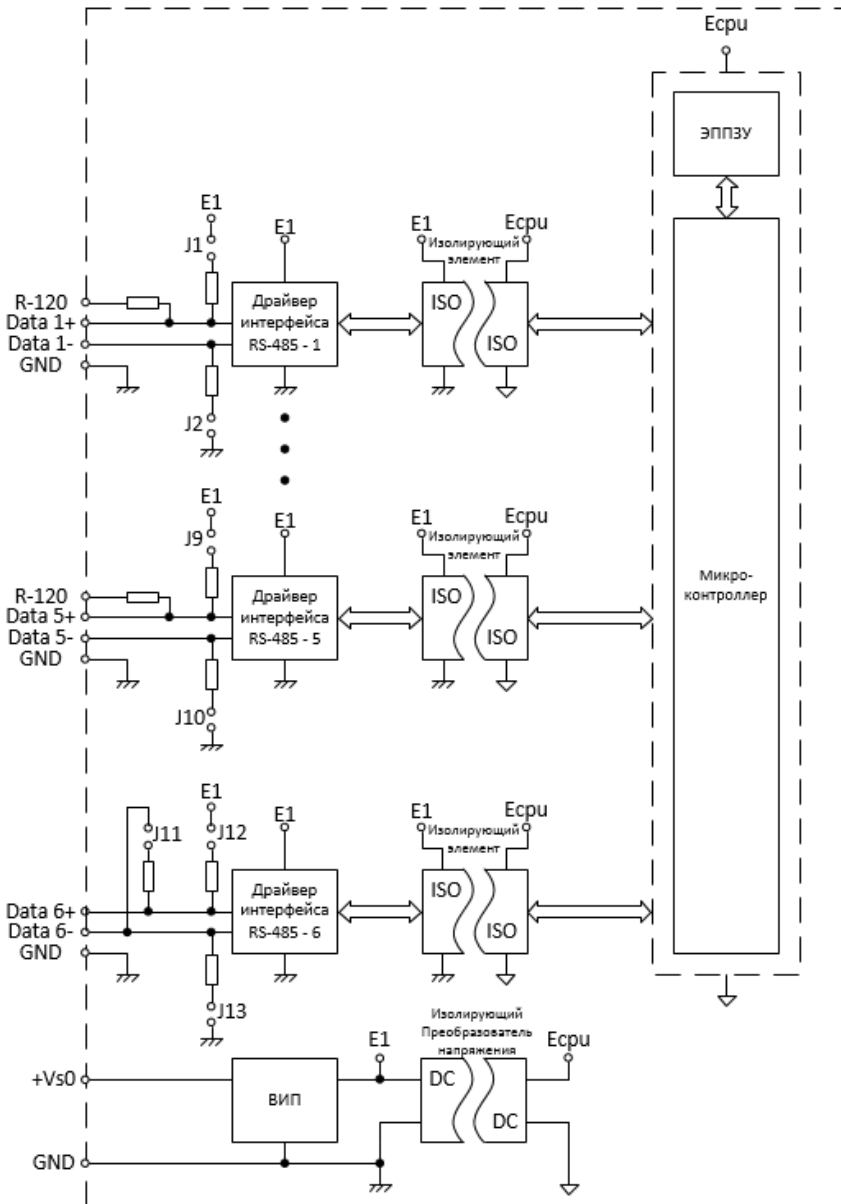
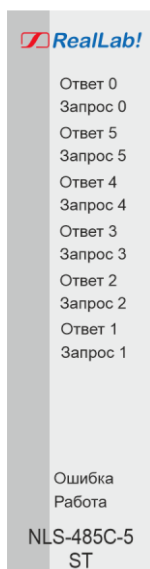
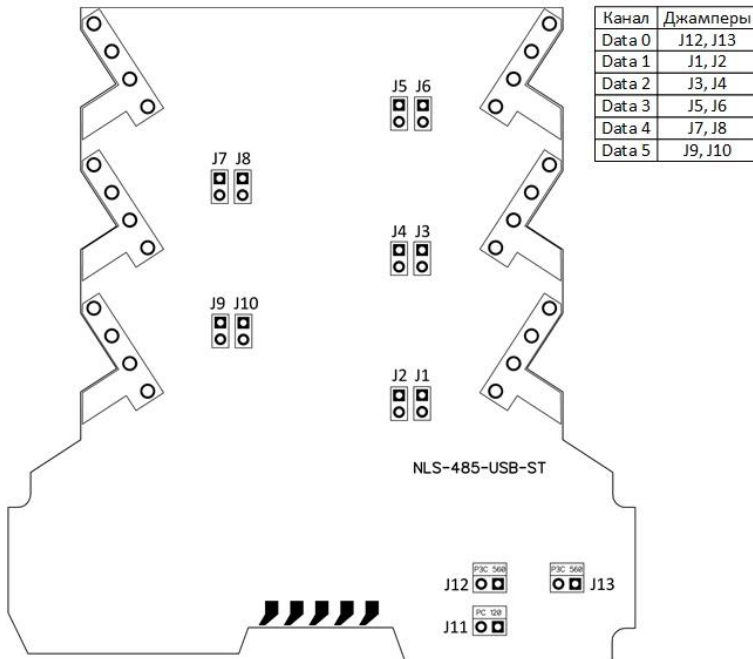

Рис. 3.1. Структурная схема модуля NLS-485C-5-ST
Рис. 4.1. Расположение индикации на лицевой панели модуля NLS-485C-5-ST
Рис. 4.3. Расположение «джамперов» подключения согласующих резисторов на плате модуля NLS-485C-5-ST
- содержит на линиях разветвления RS-485 встроенный резистор для согласования выходного сопротивления с кабелем с волновым сопротивлением 120 Ом и резисторы смещения для устранения состояния неопределенности линии передачи (см. рис. 3.1);
Основой модуля NLS-485C-5-ST (рис. 3.1) является микроконтроллер, который обеспечивает управление потоками данных между каналами. Вторичный импульсный источник питания (ВИП) преобразует напряжение питания в диапазоне от +10 до +30 В. Также на схеме расположен преобразователь напряжения с гальванической развязкой для питания внутренних цепей. Интерфейсы RS-485 выполнены на стандартных микросхемах (приемопередатчик RS-485), удовлетворяющих стандарту EIA и имеющих защиту от электростатических зарядов, от выбросов на линии связи, от короткого замыкания и от перенапряжения. Все каналы RS-485 имеют гальваническую изоляцию (по линиям Data+ и Data-) между собой и от основной схемы модуля.
На лицевой панели расположены зеленый светодиодный индикатор «Работа» и красный светодиодный индикатор «Ошибка» показывающие текущее состояние устройства (в табл. 2 показано соответствие состояний индикаторов и устройства) и индикаторы «Запрос» и «Ответ», показывающие прохождение информации через соответствующие порты RS-485, см. рис. 4.1.
Каждый канал модуля имеет возможность подключения терминального резистора 120 Ом между линиями Data+ и Data- и резисторов подтяжки по питанию 560 Ом (Data+ к «+» питания, Data- к «земле»). Чтобы подключить терминальные резисторы на каналах Data1...Data5, достаточно соединить перемычкой клемму «R120» с клеммой «Data-» соответствующего канала. Как видно на структурной схеме, клемма Data+ соединена с терминальным резистором уже внутри модуля. Чтобы подключить терминальный резистор канала Data0 необходимо аккуратно разобрать корпус, предварительно сняв металлическую защелку (см. рис. 4.2), и установить «джампер» J11 (см. рис. 3.1). Аналогичным образом подключаются резисторы подтяжки к питанию по всем каналам – с помощью «джамперов» (рис. 4.3). **По умолчанию все подтяжки и терминальные резисторы отключены.**
11.07.2024	Актуализированы рис. 3.1, рис. 4.1